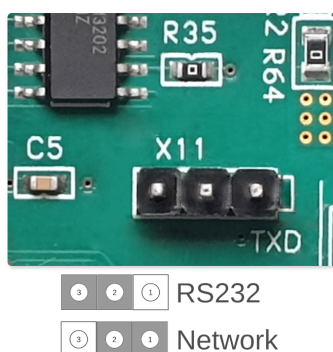

Рис. 20. Переключка X11
3. Найдите переключку X11 на основной плате (рис. 20).